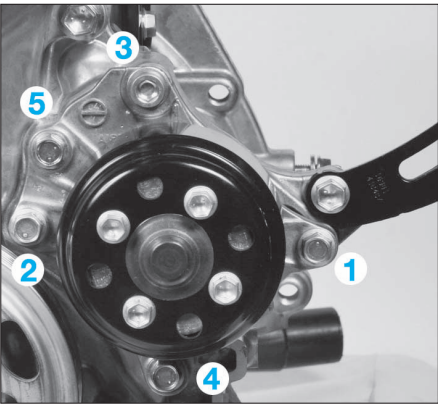

FIG. 37
- Reposer la pompe à eau avec un joint neuf et respecter les ordre de serrage (serrer à 2,8 daN.m) (Fig.37).